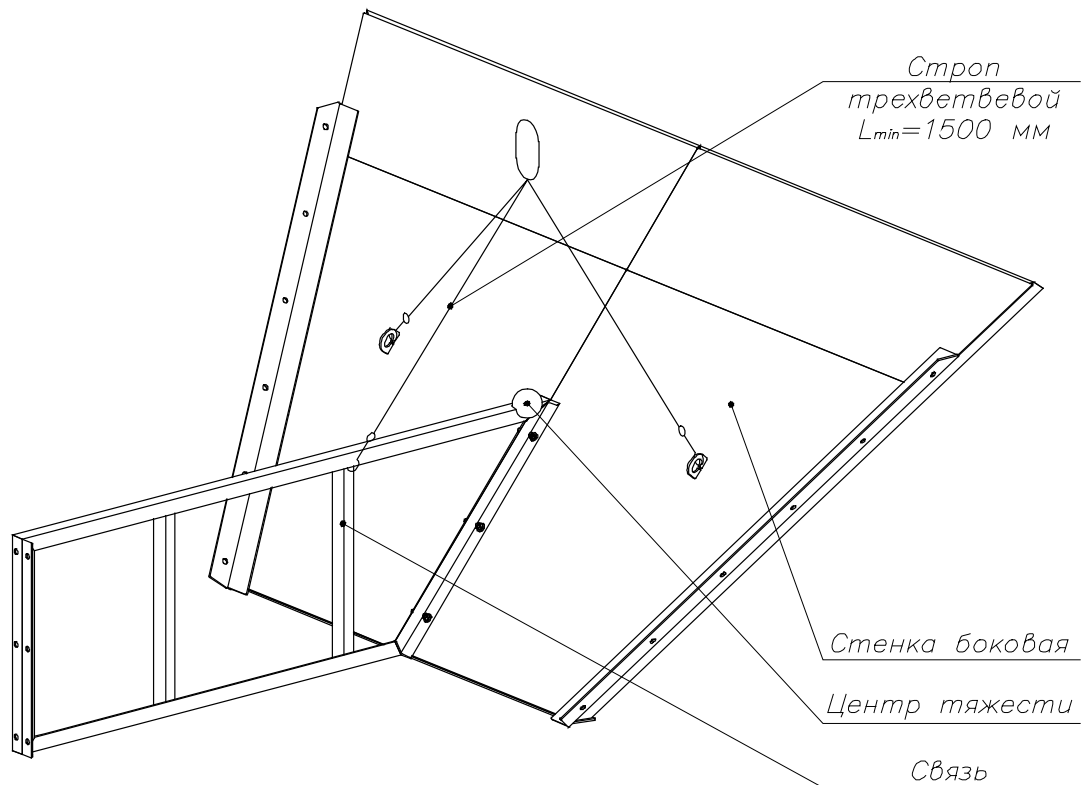

Рисунок 18. Схема строповки боковой стенки в сборе со связью.
22. Боковые стенки в сборе со связями устанавливаются на горловины бункеров (рис. 18).